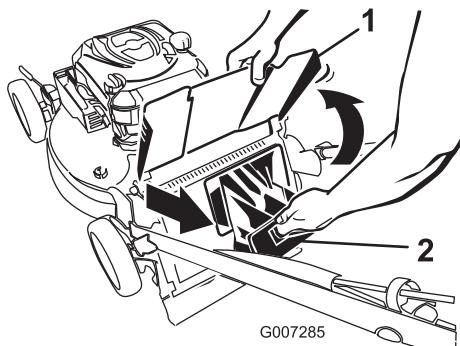

Figure 32
1. Soulevez le déflecteur d'éjection et gardez-le dans cette position (Figure 32).
| 2. Retirez l'obturateur d'éjection arrière (Figure 32). | |